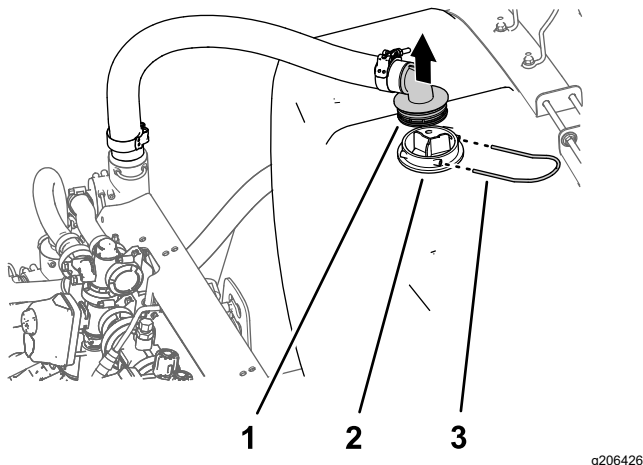

Figura 12
4. Rimuovete la forcella di fissaggio che fissa il raccordo dentellato a 90° del flessibile di alimentazione all'alloggiamento della griglia di aspirazione (Figura 12).